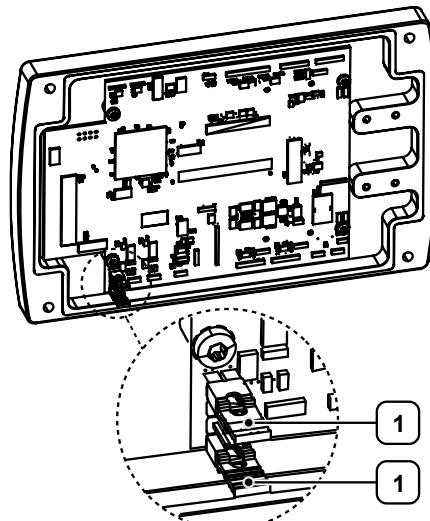

Figure 32: Mise en place des ponts enfichables (exemple)
- Placez les deux ponts enfichables sur les positions correspondantes de la carte principale (voir "Figure 32: Mise en place des ponts enfichables (exemple)").